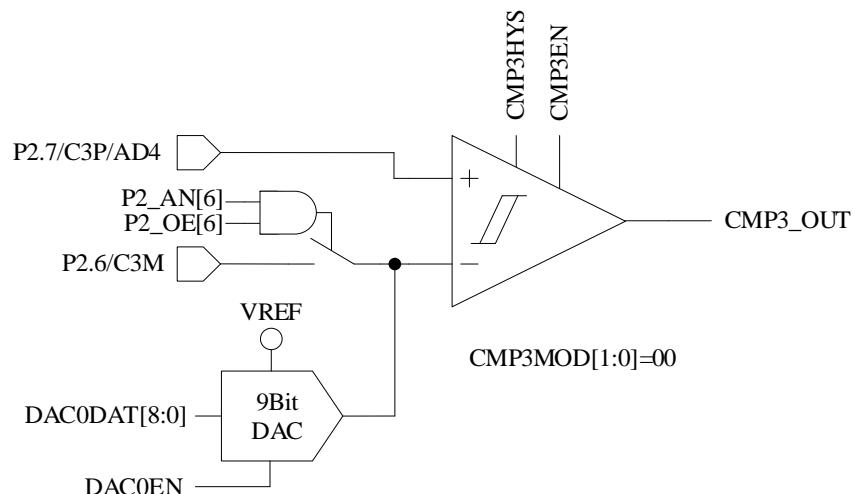

图 28-2 单比较器输入模式
- 配置 CMP_CR1[CMP3MOD] = 00, CMP3 为单比较器输入模式, 具体输入输出端口及接法如图 28-2 所示